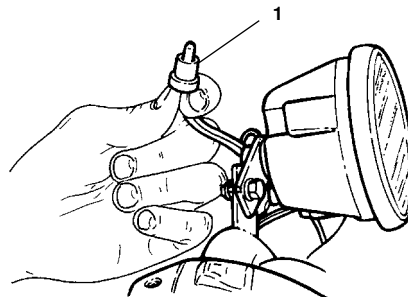

Fig. 50
- Desenchufar el portalamparas (1 - Fig. 50).
- Enlever le porte-ampoule désiré (1 - Fig. 50)